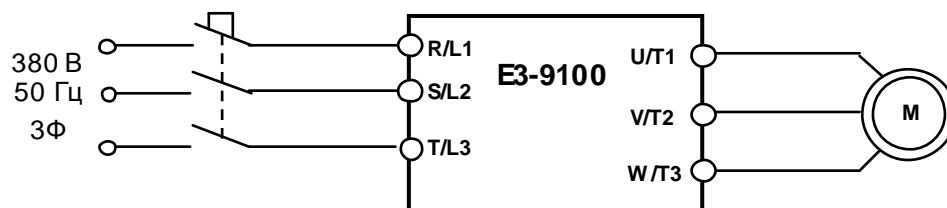

Рис.4.21
- 4.17.1. Подключить электродвигатель к выходным клеммам **U/T1, V/T2, W/T3** (рис.4.21). Подать питание 380В, 50Гц, 3Ф.